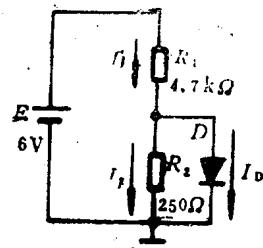

图 1-18 [例1-3]图
**【例1-4】**在图1-18中， $U = 20V$ ， $R = 1.6k\Omega$ ，稳压管 $D_z$ 的稳定电压 $U_z = 12V$ ， $I_{zM} = 18mA$ 。问通过稳压管的电流 $I_z$ 等于多少？限流电阻值是否合适？